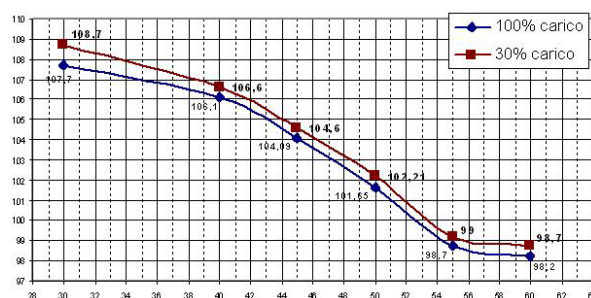

Figura 3
Il gruppo termico COROLLA Serie 1001SA rappresenta un punto d'arrivo per ciò che concerne economia di gestione, (rendimenti fino al 109% su Hi, vedi Figura 3) affidabilità e flessibilità. Grazie, infatti, allo speciale scambiatore di calore a potenza maggiorata, alla nuova gestione elettronica, alla modularità e versatilità che da sempre contraddistingue la serie COROLLA, è possibile effettuare un rapido collegamento ad ogni tipo d'impianto di riscaldamento e produzione di acqua calda sanitaria con accumulo con la possibilità di gestire tre circuiti operanti a tre diverse temperature.
- Scambiatore a condensazione di acciaio inox lato con rendimento fino al 109% (vedi Figura 3);